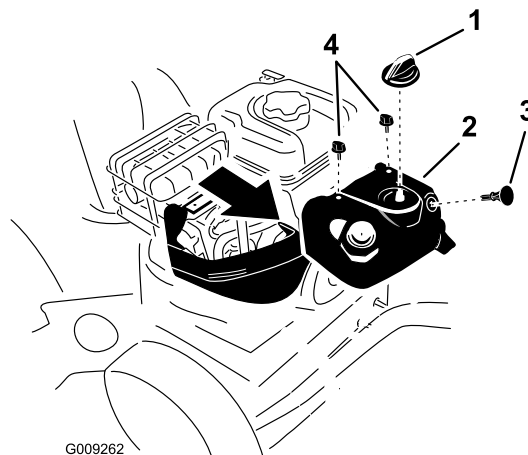

Figure 46
Remarque: Vous devez déposer le capot anti-neige supérieur pour accéder à la bougie d'allumage (Figure 46).
1. Enlevez la commande de starter et la clé de contact (Figure 46).
2. Enlevez les 2 vis qui fixent le capot anti-neige à la déneigeuse (Figure 46).